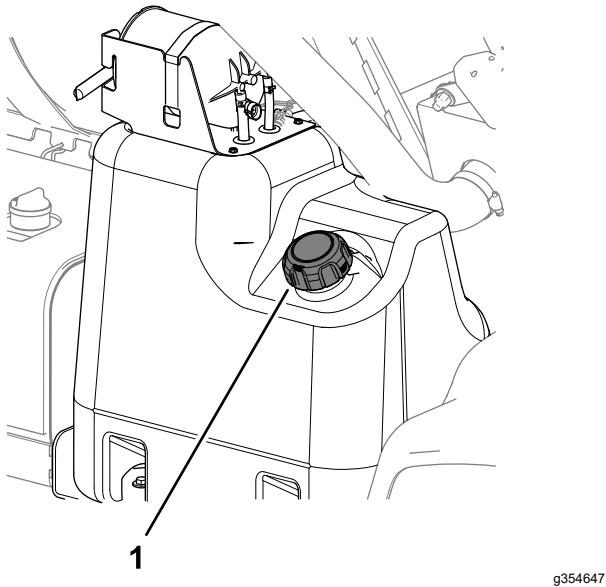

Figure 63
2. Nettoyez la surface autour du bouchon du réservoir de carburant (Figure 63).